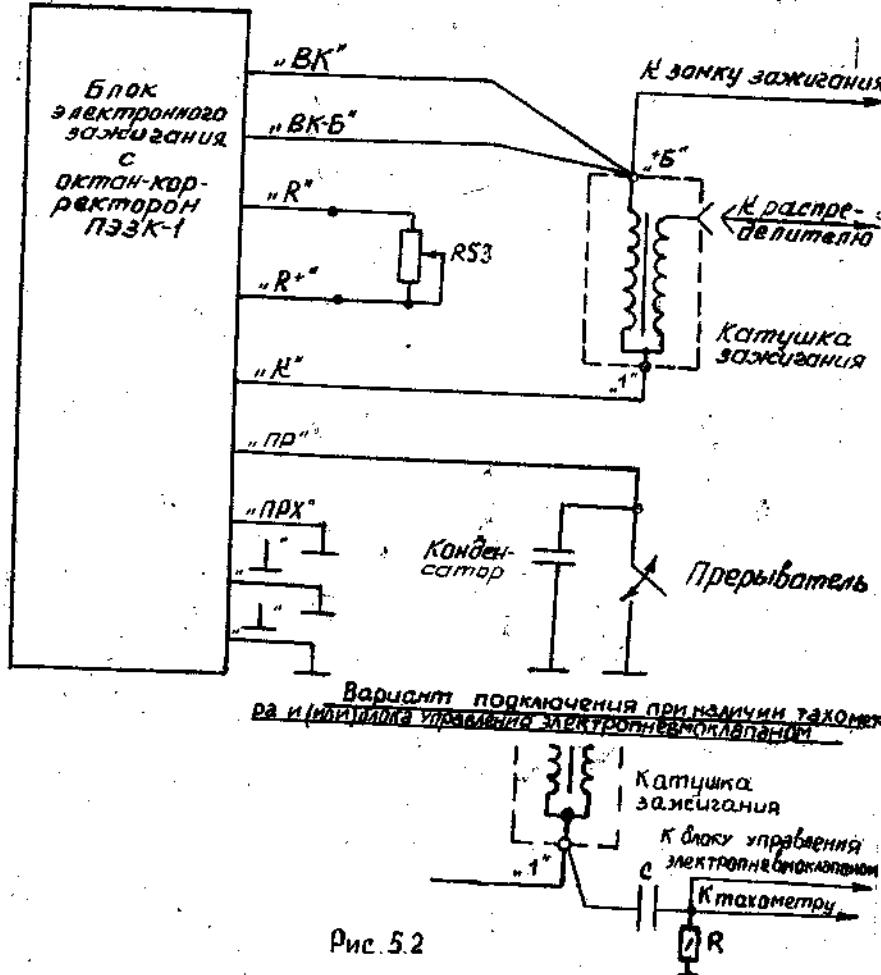

Рис. 5.2
5.6.2. Подключение на автомобилях, имеющих двухклеммную катушку зажигания и контакты прерывателя (автомобили "Лигули") производится по схеме, приведенной на рис.5.2.